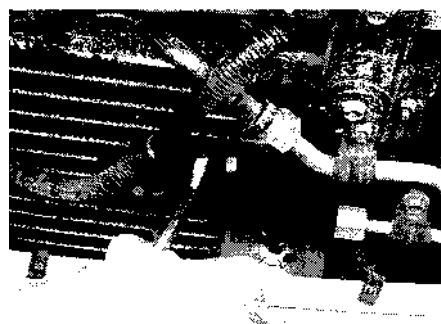

Рис. 15.3. Отверните стяжной болт, отсоедините шланги хладагента от ресивера и заткните их
- На моделях, выпускаемых с 1995 г., отсоедините разъем датчика давления в ресивере. Далее, на всех моделях, отверните стяжной болт шланга хладагента и отсоедините его от ресивера (см. рис. 15.3). Заткните отверстия пробками для предотвращения попадания влаги и грязи в систему.